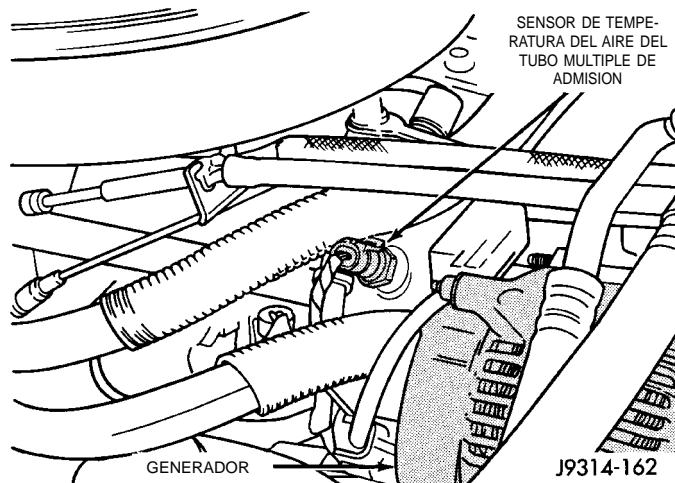

Fig. 57 Sensor de temperatura del aire—Motor de 5.2L/5.9L
(1) Desconecte el conector del mazo de cables del sensor de temperatura de aire del tubo múltiple de admisión (Fig. 57).